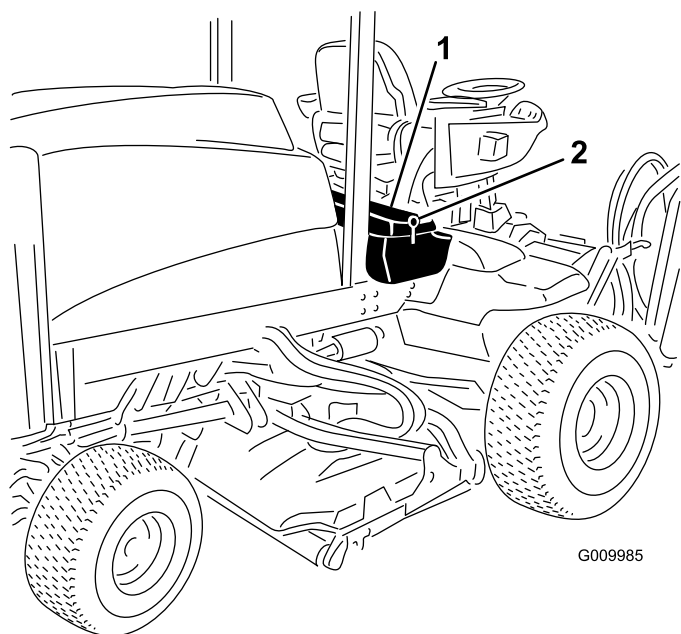
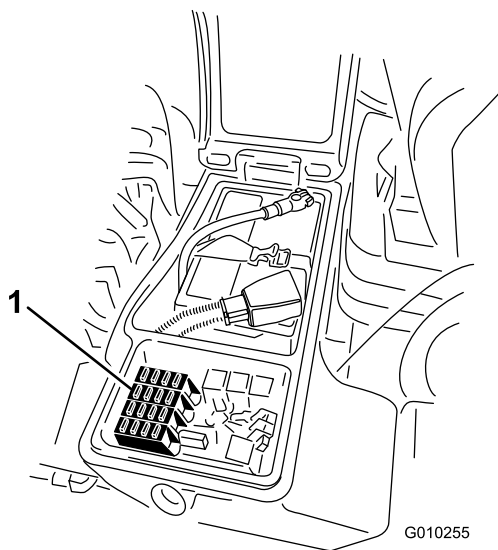

Рисунок 61
Рисунок 62
1. Ослабьте фиксацию защелки крышки правого вещевого отсека и поднимите крышку (Рисунок 61).
1. Ослабьте фиксацию защелки крышки правого вещевого отсека и поднимите крышку (Рисунок 61), чтобы получить доступ к блоку предохранителей (Рисунок 62).
2. Замените открытый плавкий предохранитель (предохранители) при необходимости (Рисунок 62).
3. Закройте крышку правого вещевого отсека и зафиксируйте ее защелкой (Рисунок 61).